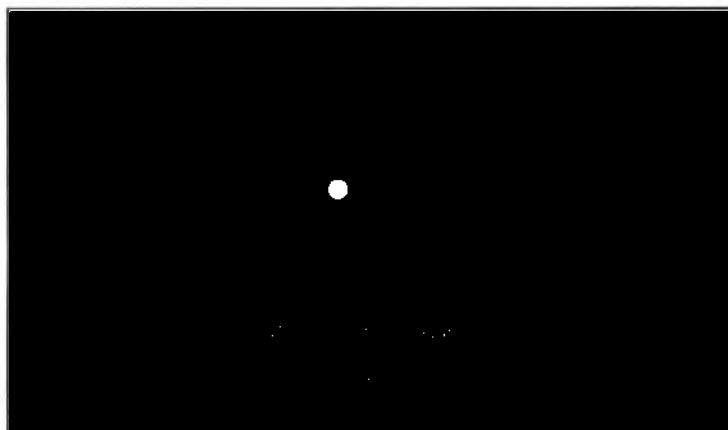

Рис. 3.64 – Подготовка прибора к работе
3.8.2 Для того чтобы выбранные параметры вступили в силу, может потребоваться некоторое время. Переключение Прибора будет сопровождаться сообщением на экране (рис. 3.64).